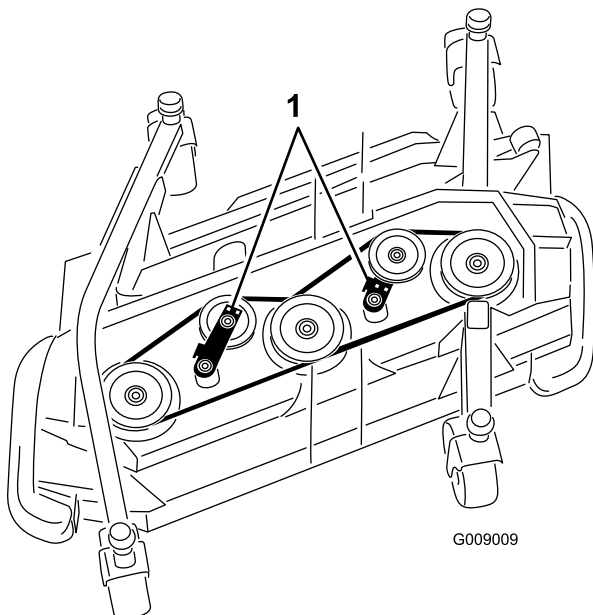

図 117
5. ラチェットレンチのようなものを使って、アイドルプーリを駆動ベルトから離してベルトの張りをなくし、プーリからベルトを外す 図 117。